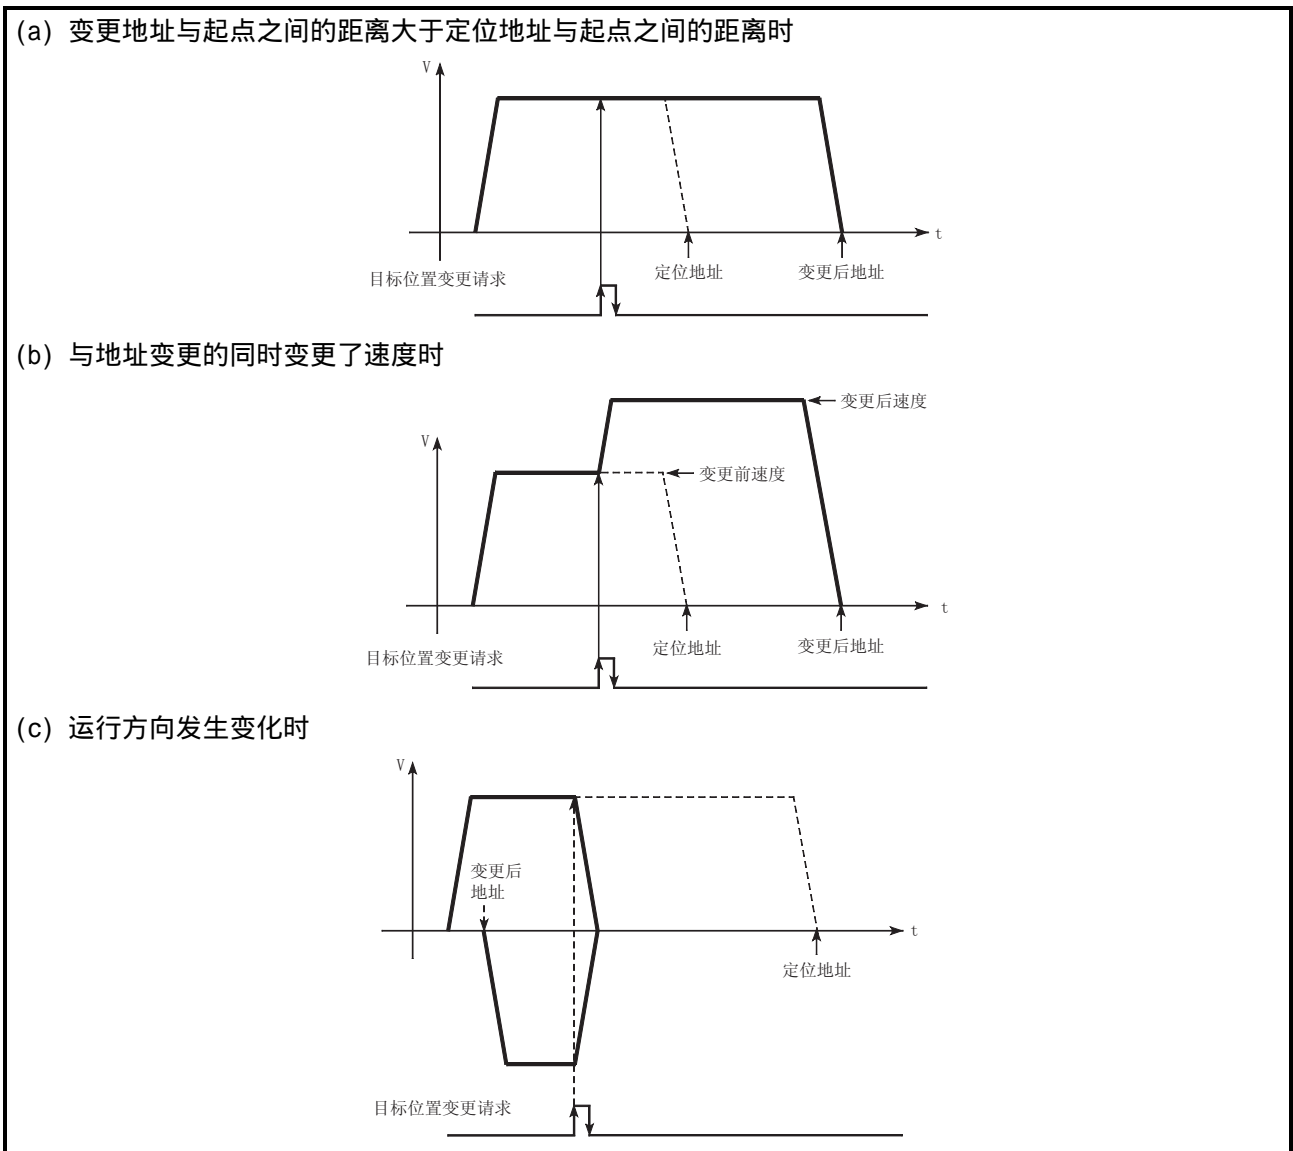

图 13.33 目标位置变更的动作
- (1) 有目标位置变更请求时的停止位置到变更位置的定位移动方向与请求之前相反时，暂停后再进行至变更位置的定位。(参阅图 13.33(c))
- (2) 变更指令速度的时候，如果进行了超出速度限制值的设置，则将发生报警，变更后的速度将变为速度限制值。(报警代码：501)